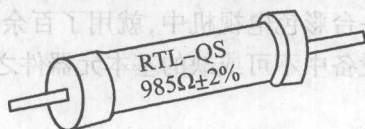

图 1-3 碳膜电阻器
(1)碳膜电阻器。碳膜电阻器是采用碳膜作为导电层,属于膜式电阻器的一种。它是将通过真空高温热分解出的结晶碳沉积在柱形或管形陶瓷骨架上制成的。改变碳膜的厚度和使用刻槽的方法,可以变更碳膜的长度,得到不同的阻值。碳膜电阻器的外形如图 1-3 所示。